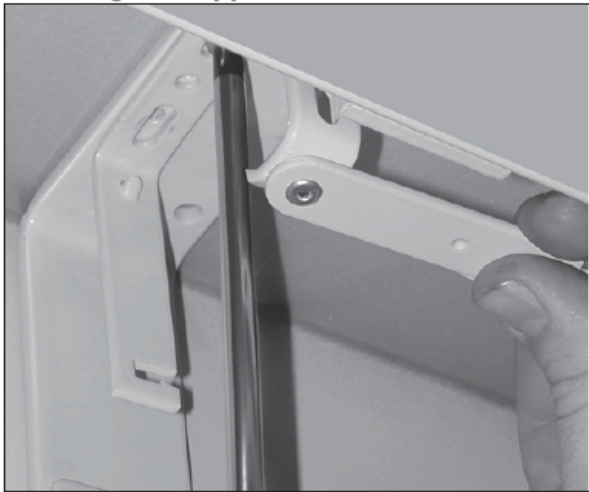

図3 取り付けブラケットの設置（写真はU型カバーパネルの取り付け）
- 図3のように取り付けブラケットを天井、壁部分にネジどめする。